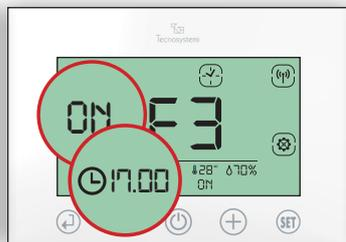

Fig.28
- 3.2 Impostare l'ora di accensione ON della fascia F3 (17.00) e confermare con (↵). (Fig.28)